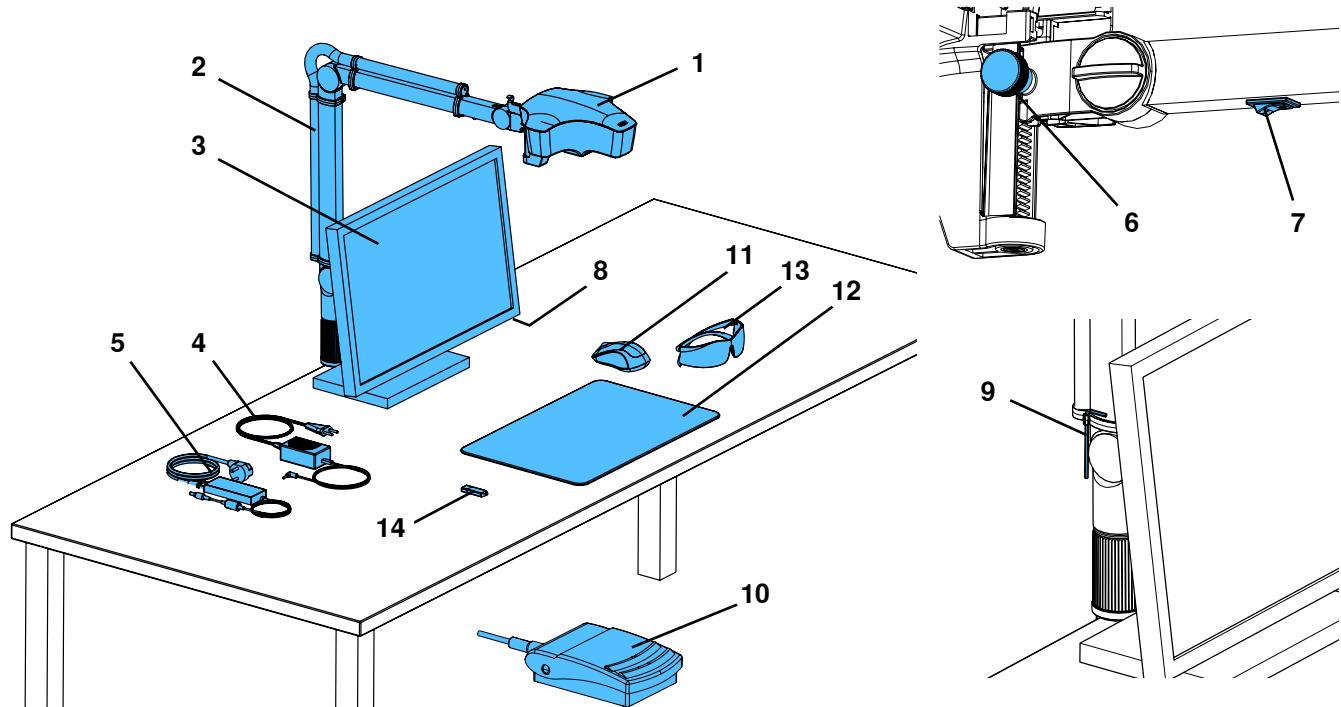

図1
- ⇒ デスクパッド (12, 図1) を作業台の上に置きます。
⇒マウス(11、図1)をデスクパッドの隣に置きます。
⇒フットスイッチ(10、図1)をテーブルの下に置き、フットスイッチ用ケーブルをフットスイッチに差し込みます。
- ヘッドのネジを締めます (31)。
- 中央部のネジを締めます (32)。
- ベース部のネジを締めます (33)。
- 付属のツール (9、図1) を使ってネジ (34) を締めます。
- 付属のツール (9、図1) を使ってネジ (35) を締めます。